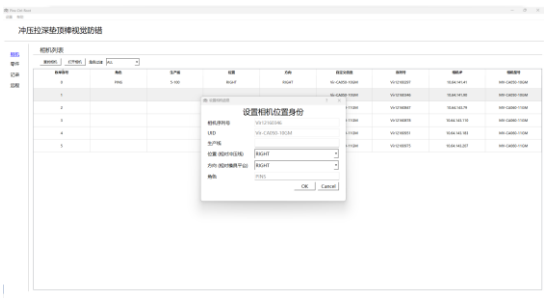

图 2.2.3 设置相机位置身份
- e) 点击菜单栏中“设置相机位置”按键，弹出“设置相机位置身份”窗口，如图 2.2.3 所示。用于设置该相机的角色、生产线、位置和方向关键字。